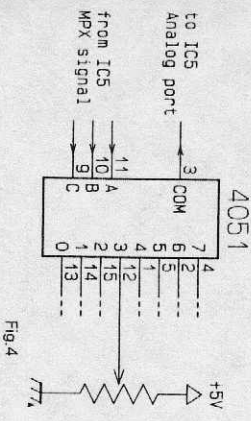
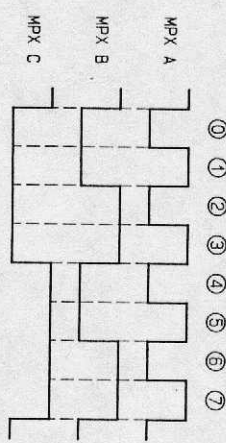

Fig.4
Fig.5
• The slider outputs a voltage within a range of 0 to +5V according to the position of the control. The outputs of eight sliders are input to one 4051. After being multiplexed by the multiplexing signals from IC5 (on the MB), they are input through the analog input port of IC5 passing through the voltage follower. The outline of the circuit is shown in Fig.4 and the multiplexing signals from IC5 is shown in Fig.5.
• スライダーはつまみの位置に応じた電圧を0~+5Vの範囲で出力します。8本分のスライダー出力は1個の4051に入力され、IC5 (on MB) からのマルチプレクス化信号によってマルチプレクスされた後、ボルテージ・フオロワを通じてIC5のアナログ入力ポートに入力されます。回路の概略をFig.4に、また、IC5からのマルチプレクス化信号をFig.5に示します。